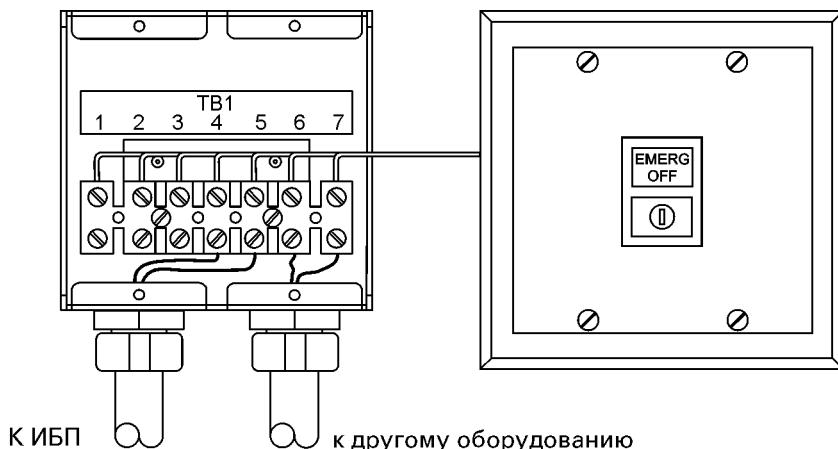

Рис. 3-12. выключатель дистанционного аварийного отключения ИБП
Выключатель дистанционного аварийного отключения ИБП используется для отключения ИБП и мгновенного снятия питания с защищаемого оборудования в аварийных ситуациях. На рис. 3-12 показан выключатель дистанционного аварийного отключения ИБП.
- Если необходимо, подключите выключатель дистанционного аварийного отключения к отключению электропитания других защитных устройств. Нормально разомкнутый (NO) контакт устанавливается между клеммами 6 и 7 выключателя дистанционного аварийного отключения, как показано на рис. 3-12. Подключение выключателя дистанционного аварийного отключения должно проводиться в соответствии с требованиями лаборатории UL класс II или согласно с местными требованиями.